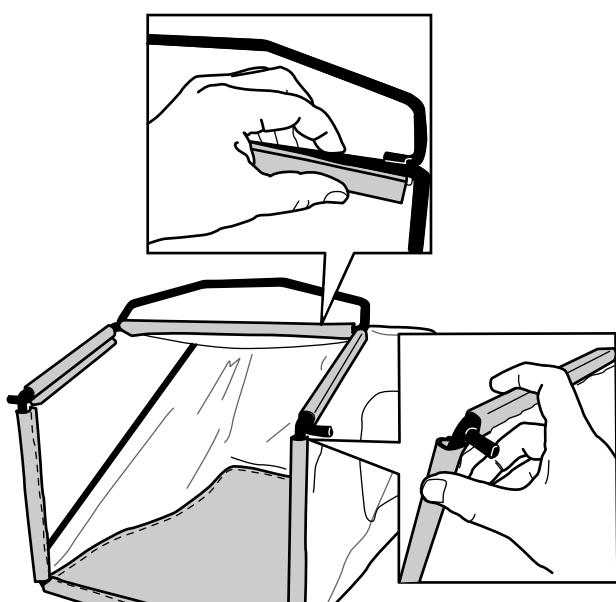

Figure 9
3. Accrochez la glissière supérieure et les glissières latérales du bac au sommet et sur les côtés de l'armature respectivement (Figure 9).